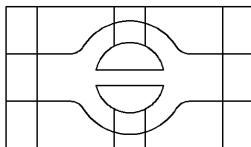

图 2-22 最后结果
- 03 重复执行【打断】命令，使用同样的方法，继续删除右侧的圆弧，结果如图 2-22 所示。